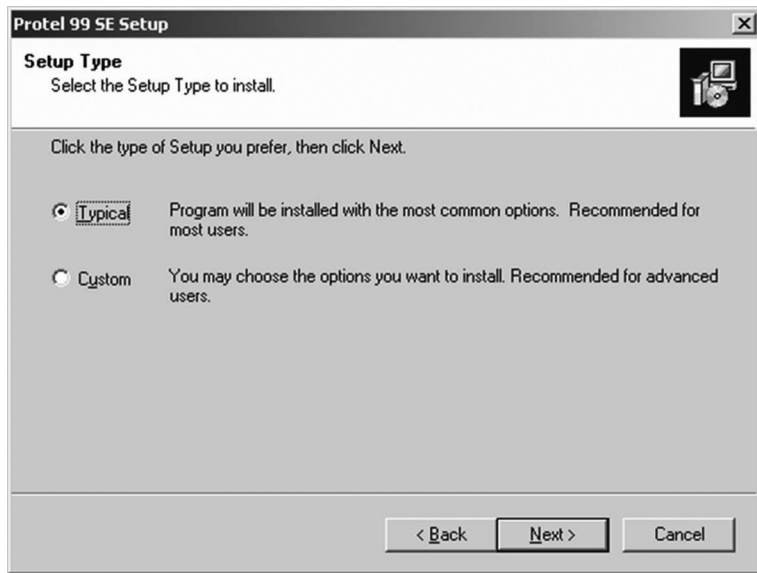

图 1-3 选择安装模式
(4) 屏幕提示选择安装路径，一般不作修改。再次单击 Next 按钮，选择安装模式，一般选择典型安装 (Typical) 模式，为系统默认的安装模式，如图 1-3 所示。继续单击 Next 按钮，屏幕提示指定存放图标文件的程序组位置。